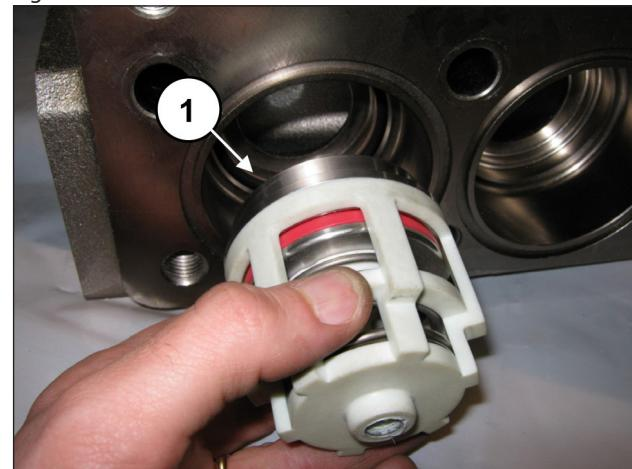

Fig. 151
Insira o grupo da válvula de aspiração (pos. ①, Fig. 151).